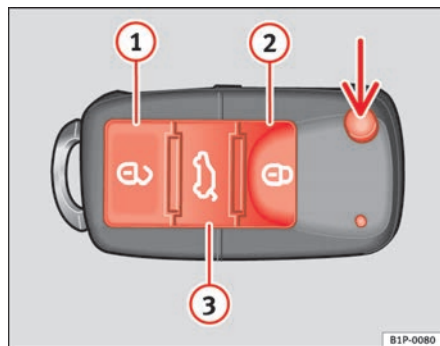

Abb. 42 Tastenbelegung Funkschlüssel
Mit der Taste ⇒ Abb. 42 (Pfeil) der Fernbedienung wird der Schlüsselbart ausgeklappt.
Fahrzeug entriegeln  ⇒ Abb. 42 ①.
Fahrzeug verriegeln  ⇒ Abb. 42 ②.
Heckklappe entriegeln. Drücken Sie die Taste  ⇒ Abb. 42 ③, bis alle Blinkleuchten am Fahrzeug kurz aufblinken. Nach Drücken der Entriegelungstaste  ③ können Sie die Heckklappe innerhalb von 2 Minuten öffnen. Nach Ablauf dieser Zeit wird die Heckklappe wieder verriegelt.
Zum Umschalten zwischen den Zuständen Verriegelt/Entriegelt betätigen Sie die Taste  bzw. die Taste  ⇒ Seite 82, Abb. 42 am Funkschlüssel. ▶